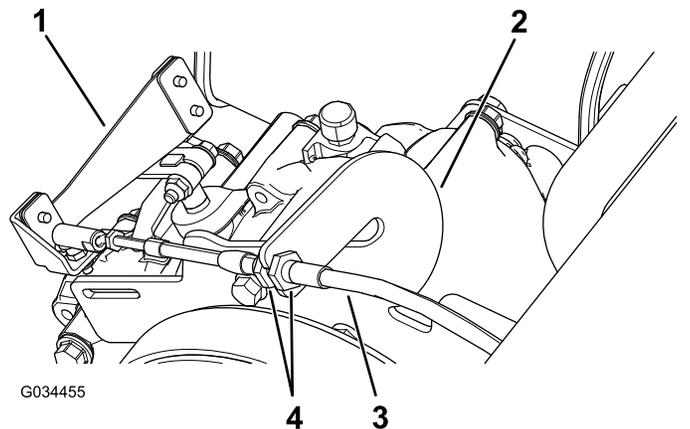

Рисунок 61
1. Ослабьте контргайки на тросе переключения передач и отрегулируйте их при необходимости (Рисунок 61).
2. Проверьте положение переключения передач, повернув рычаг переключения передач в три различных положения и проверив правильность перемещения рычага переключения передач (Рисунок 61) при их переключении; см. Рычаг и индикатор переключения передач (страница 15).